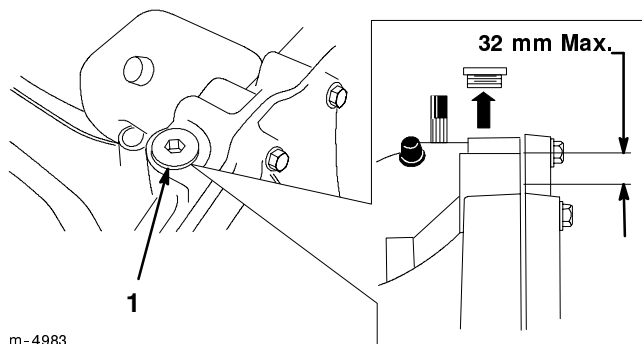

Bild 32
2. Reinigen Sie den Bereich um den Füllstutzen (Bild 32), so dass kein Schmutz in den Ölbehälter fällt, wenn Sie Öl nachfüllen müssen.
3. Entfernen Sie die Füllverschlusschraube und kontrollieren den Ölstand. Der Ölstand darf höchstens 32 mm unter der Oberseite des Fülllochs stehen (Bild 32). Füllen Sie bei Bedarf Öl nach.